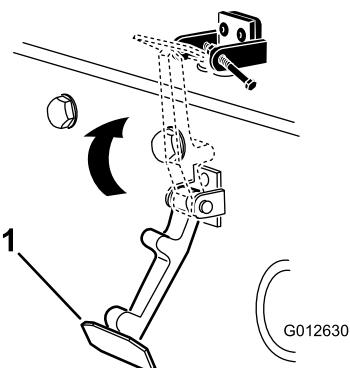

Figure 9
- Accrochez le loquet du capot sur son support (Figure 9).